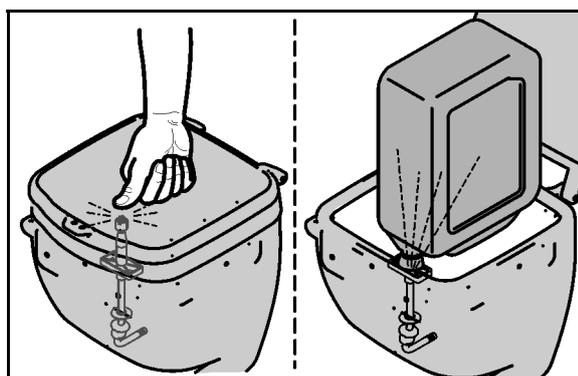

Рис. 54
- закрытая откидная крышка прижимается вниз (Рис. 54).